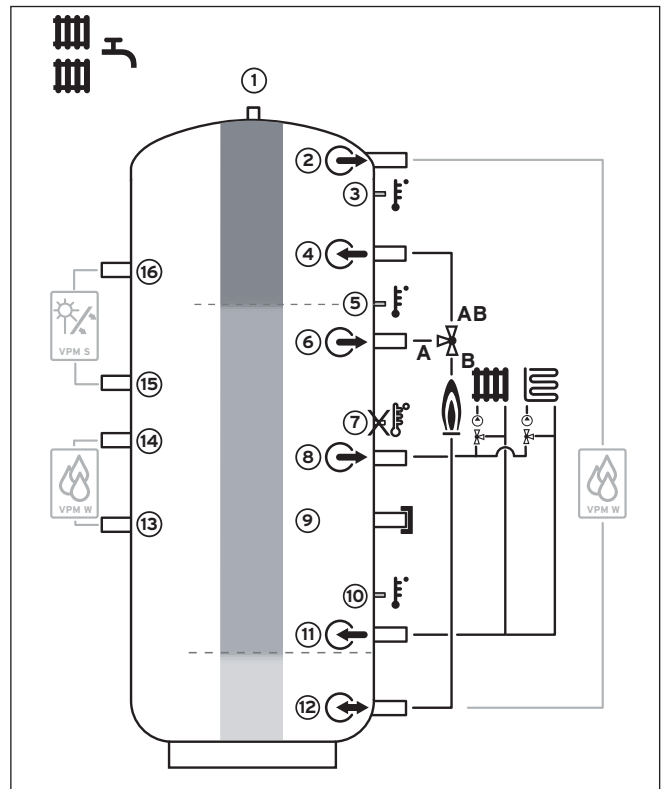

Fig. 3.2 Bollitore tampone VPS/2: esempio di collegamento per ambito residenziale
- Produzione di acqua calda e impianti di riscaldamento in ambito residenziale (vedere fig. 3.2)